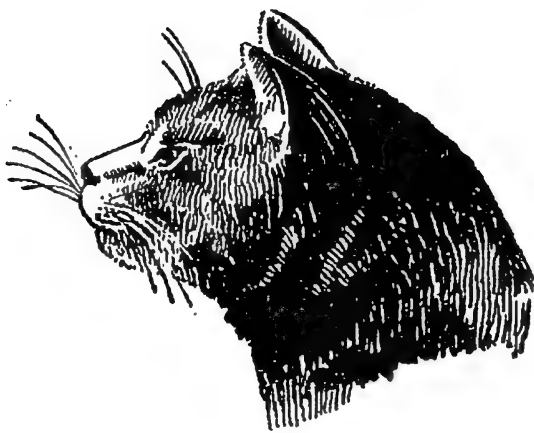

Fig. 2 — Une tête de chat
**2. La tête du chat.** — Remarquez la forme de sa tête (*fig. 2*), toute ronde, avec un museau court et large. Ses petites oreilles sont très mobiles; bien droites sur la tête en temps ordinaire, elles